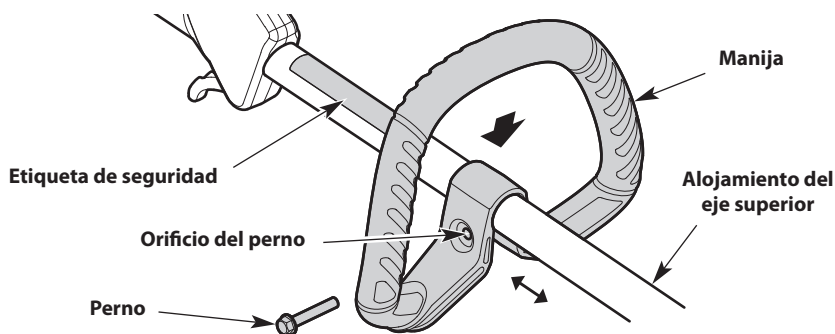

Fig. 8
1. Oprima la manija hacia abajo sobre el alojamiento del eje superior (Fig. 8). Asegúrese de que el orificio del perno mire hacia la derecha (Fig. 8).
2. Inserte el perno en el orificio del perno y oprímalo para que pase a través de él (Fig. 8). Ajuste el perno con un destornillador de cabeza plana, pero no lo ajuste completamente.
3. Mantenga la unidad en la posición de funcionamiento (Fig. 17). Mueva la manija hacia arriba o abajo del alojamiento del eje superior hasta que esté en una posición cómoda (Fig. 8). Compruebe que la manija esté ubicada más allá del extremo de la etiqueta de seguridad (Fig. 8).
1. Afloje el perno con un destornillador de cabeza plana (Fig. 8).
2. Mantenga la unidad en la posición de funcionamiento (Fig. 17). Mueva la manija hacia arriba o abajo del alojamiento del eje superior hasta que esté en una posición cómoda (Fig. 8). Compruebe que la manija esté ubicada más allá del extremo de la etiqueta de seguridad (Fig. 8).